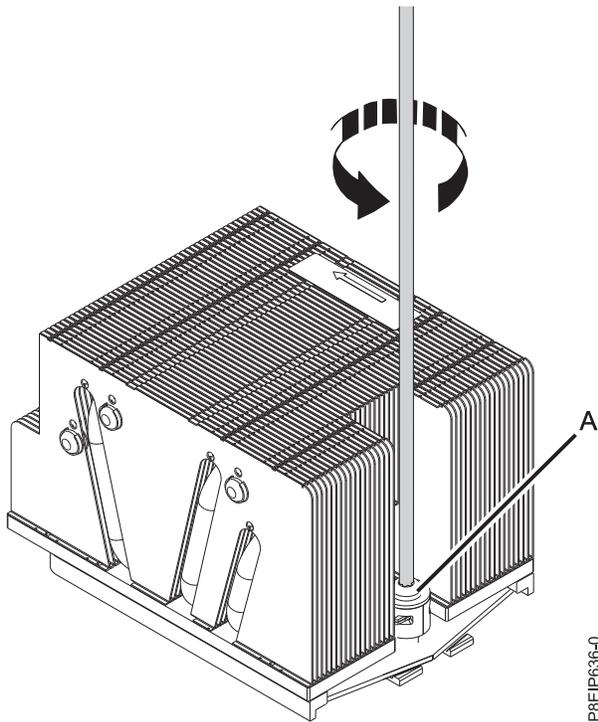

Abbildung 77. Halteschraube am Kühlblech lösen
4. Lösen Sie die Halteschraube (A) am Kühlblech des Systemprozessors mithilfe eines #3 Kreuzschlitzschraubendrehers (siehe Abb. 77).